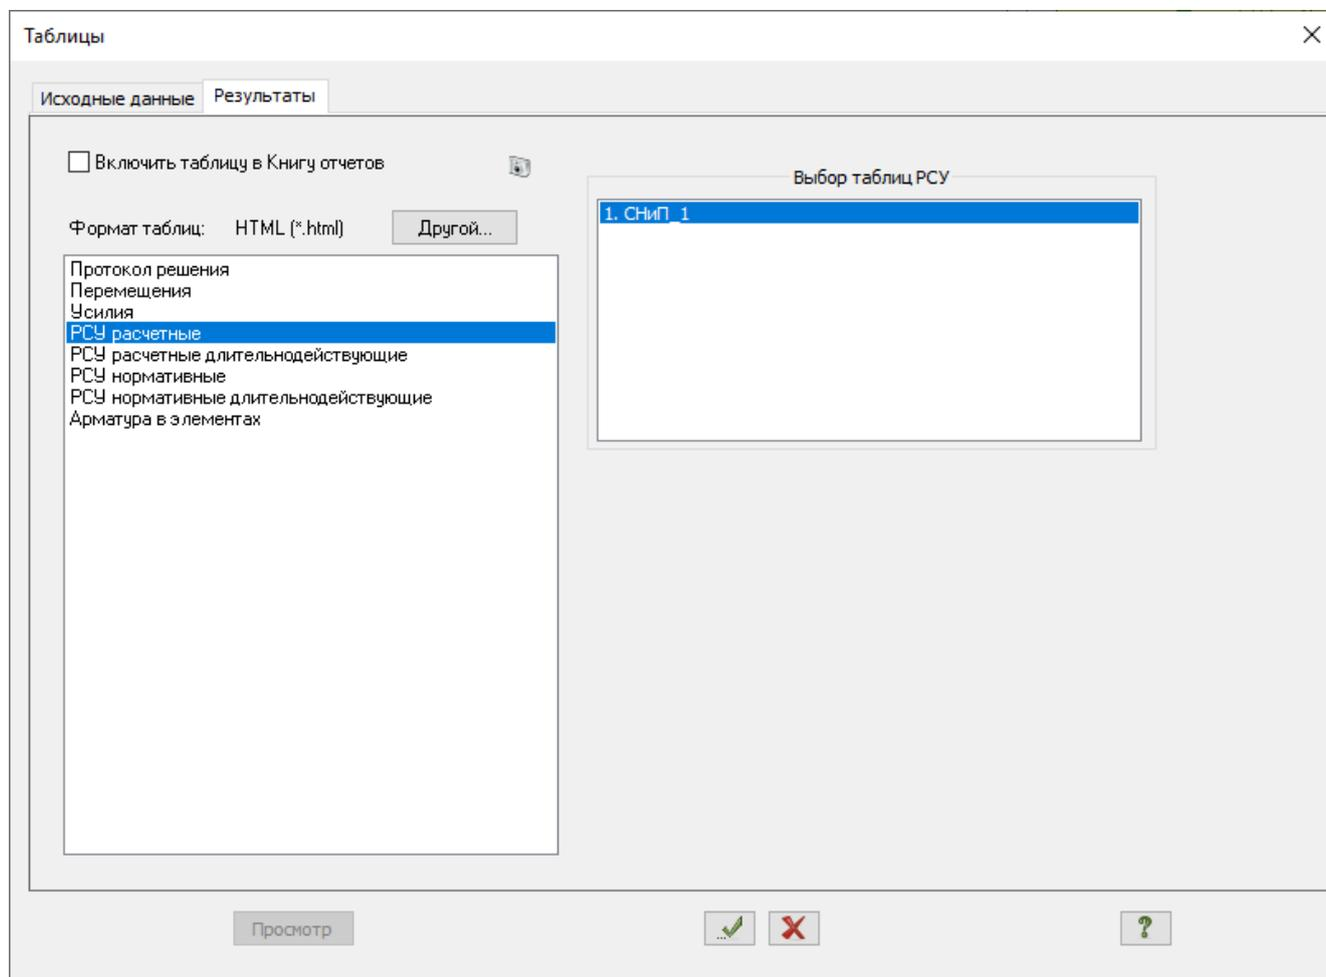

Рис.6.21. Диалоговое окно **Таблицы**
- После этого в диалоговом окне **Таблицы** (рис.6.21) выделите строку **PCY расчетные**.
- Вызовите диалоговое окно **Таблицы** (рис.6.21), выбрав команду  – **Таблицы результатов для ЖБ** в раскрывающемся списке **Документация** (панель **Таблицы** на вкладке **Железобетон**).